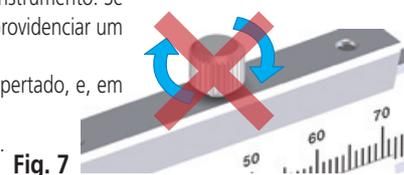

Fig. 7
2. Abra as faces de medição externa por aproximadamente 0,2 a 2 mm, deixe o parafuso de fixação desapertado, e, em seguida, guarde o instrumento. (Fig. 7)